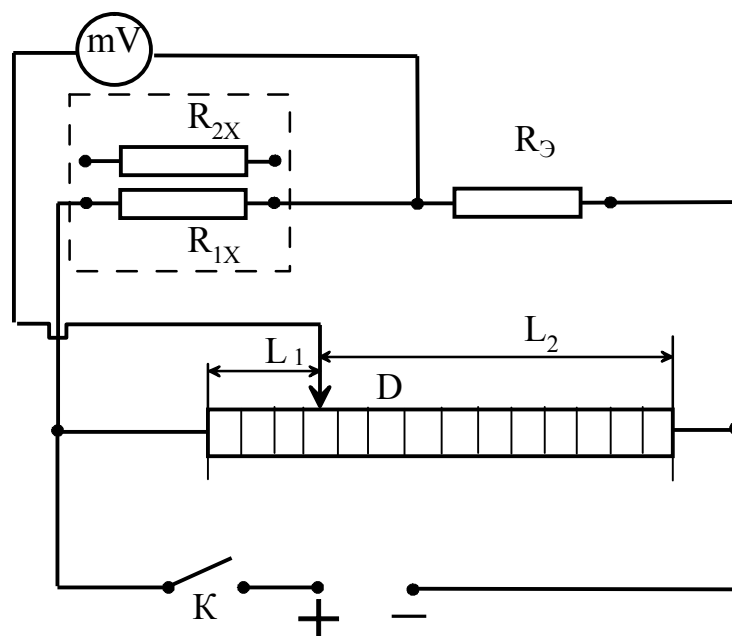

Рис. 1. Схема лабораторной установки
2. Соберите электрическую цепь, схема которой дана на рис. 1.